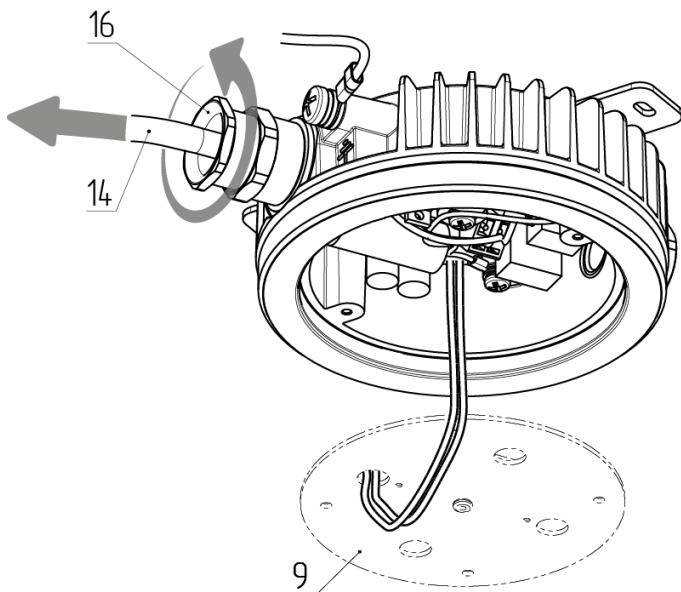

Рис. 6
4.1.6 – Ослабить нажимной штуцер кабельного ввода 16, отсоединить силовой кабель 14 от светильника (см рис. 6).